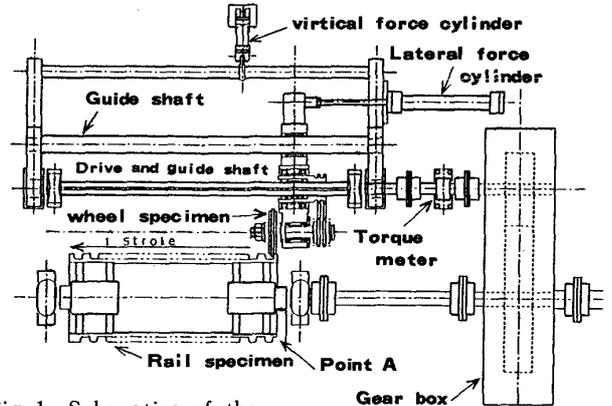

Fig.1 Schematics of the Lubrication Performance Test Machine.
2. 実験方法 Fig.1のようにスクリーをレール試験片、ディスクを車輪試験片とし、その接触部は実物の1/4形状となっている。潤滑剤はレール試験片上のPoint Aに供給される。そして、車輪試験片をレール試験片に押し付けて回転させ、車輪試験片軸の回転トルクを測定する。実験条件はTable 2に示す。